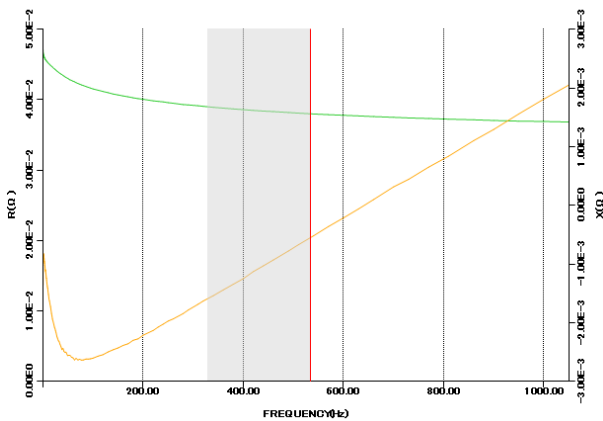
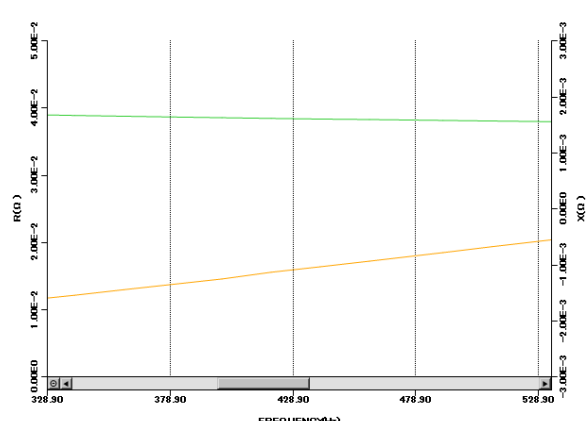

図 3-31. グラフの拡大(Parameter モード)
図 3-32. グラフの拡大(Parameter モード)
Parameter	<p>(1) グラフ領域上でマウスの左ボタンを押します。</p> <p>(2) 左ボタンを押したままマウスを X 軸方向にドラッグします。</p> <p>(3) グラフ領域上でマウスの左ボタンを離します。(図 3-31)</p> <p>(4) グラフが X 軸方向に拡大して表示されます。(図 3-32)</p> <p>(5) X 軸の  ボタンをクリックして拡大表示を解除します。</p>